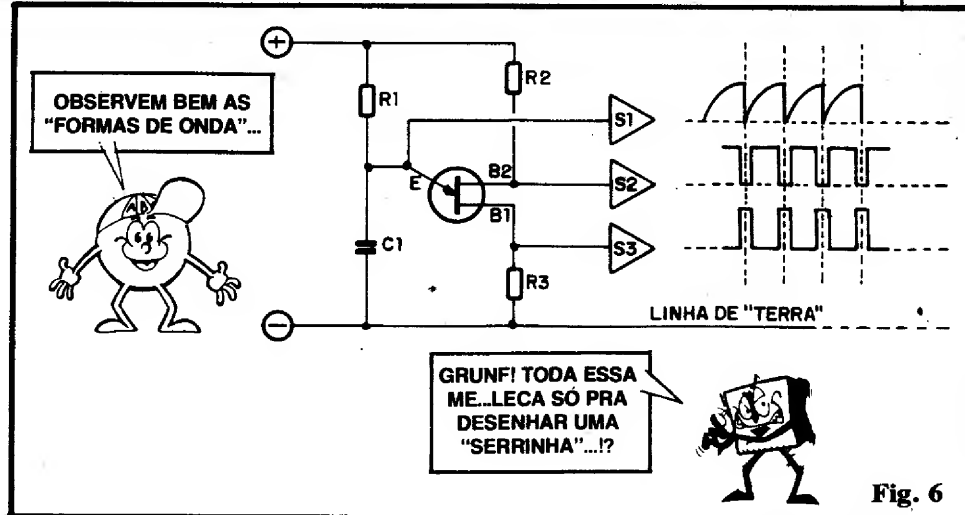

Fig. 6
- **FIG. 6** - Quando estudamos a Corrente Alternada (ABC nº 3) e os Transistores Bipolares como Osciladores (ABC nº 8), tomamos contato com as chamadas representações gráficas das "Formas de Onda", que nada mais são do que uma forma de "desenhar" os níveis de tensão (com referência um eixo vertical) em função do tempo (referenciado por um eixo horizontal, nas figuras...). Vamos,